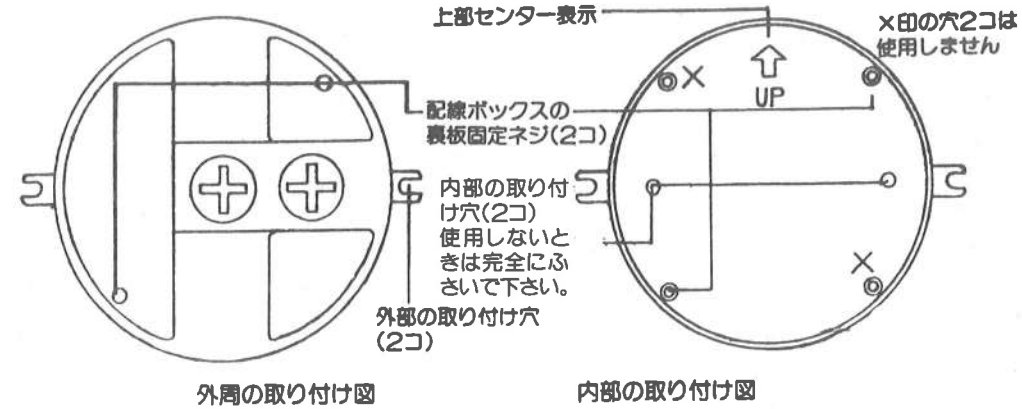

図6
### ■取付け穴について(図6を参照)
**注** 取り付け前に8ページ、図6、7をご参照の上、正しく取り付けてください。